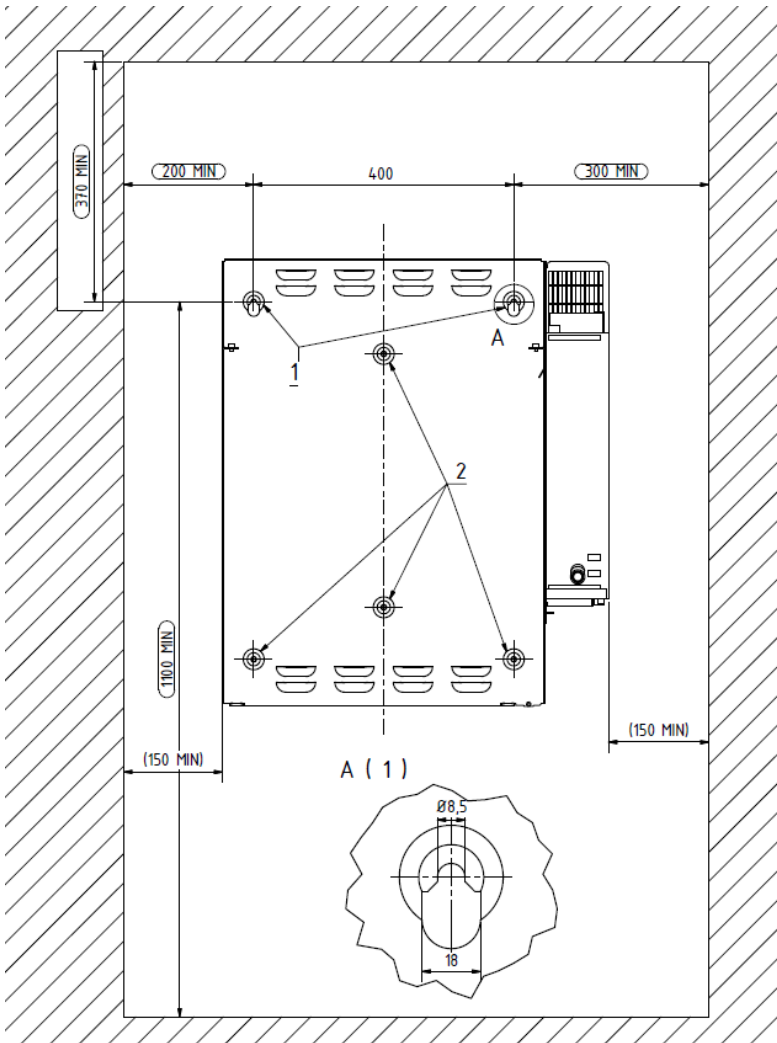

Figura 15: Dimensioni sul supporto in lamiera (mm)
- (1) Rimuovere le cinghie di trasporto dal supporto in lamiera.
- (2) Marcare le posizioni del foro superiore destro e sinistro secondo Figura 15: "Dimensioni sul supporto in lamiera (mm)". (Posizione **1** nel disegno)
- (3) Rimuovere il supporto in lamiera con il convertitore della batteria dal punto di perforazione.